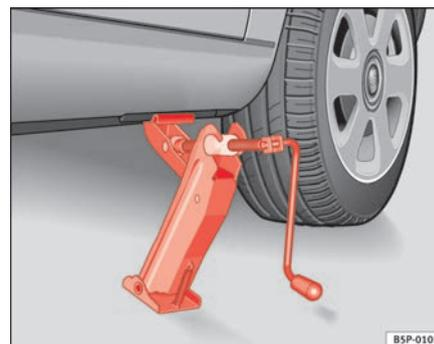

Fig. 172 Colocación del gato
- Posicione el gato de modo que su garra envuelva el nervio del larguero inferior y que la placa base móvil se apoye plana sobre el suelo ⇒ página 260, fig. 172.